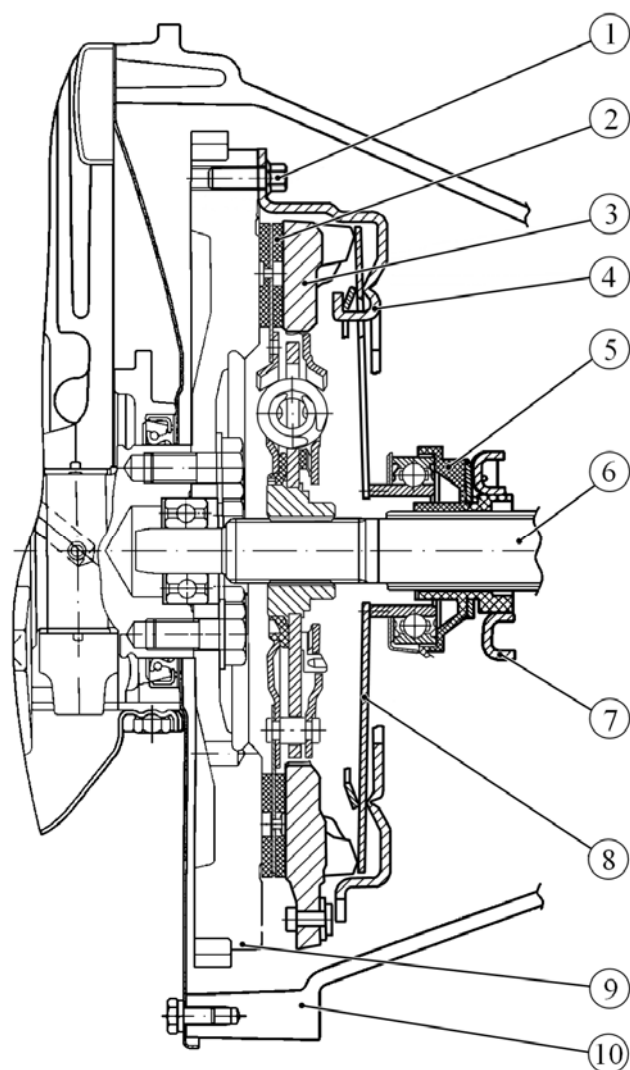

Рисунок 3 – Сцепление в сборе:
2.18 Установить на блок цилиндров двигателя фиксатор маховика, отвернуть шесть болтов 1, рисунок 3, крепления кожуха сцепления 4 к маховику 9 и снять сцепление в сборе (головка сменная 8, вороток и удлинитель, фиксатор маховика А.60330/R).
4.2 Перед установкой на автомобиль очистить и промыть шлицы в ступице ведомого диска 2, рисунок 3, сцепления и на первичном валу 6 коробки передач, а также очистить и промыть наружную поверхность направляющей втулки муфты выключения сцепления и внутреннюю скользящую поверхность муфты 5 (уайт-спирит).
4.6 Установить на блок цилиндров двигателя фиксатор маховика и затянуть шесть болтов 1, рисунок 3, крепления кожуха сцепления моментом 20...30 Н.м (2,0...3,0 кгс.м) (фиксатор маховика А.60330/R, головка сменная 8, вороток и удлинитель, ключ моментный).